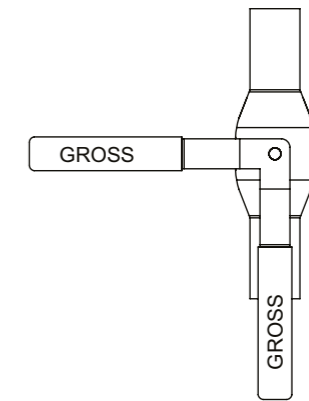

рис. 4
3. Шаровые краны GROSS предназначены для использования в качестве запорной арматуры (рабочие положения полностью «открыто» и «закрыто» (рис.4). **ЗАПРЕЩАЕТСЯ** использование кранов в режиме регулирования потока, когда шар крана находится в каком-либо промежуточном положении.